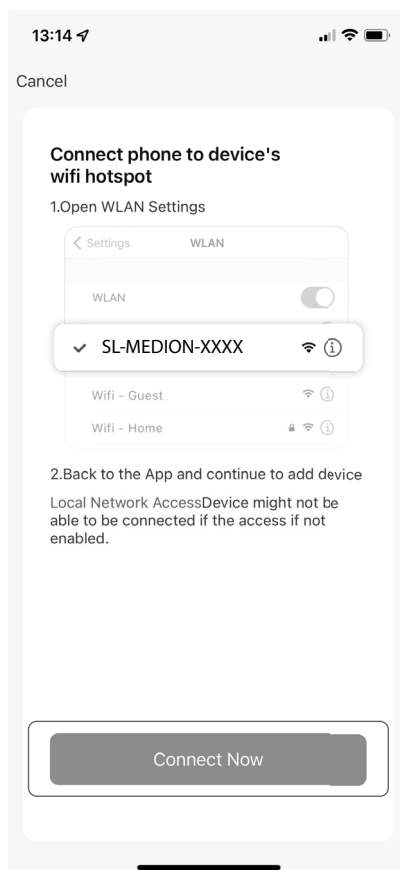

Fig. 8
- ▶ Cliquez au bas de l'affichage sur **CONNECTER** (**voir fig. 8**).